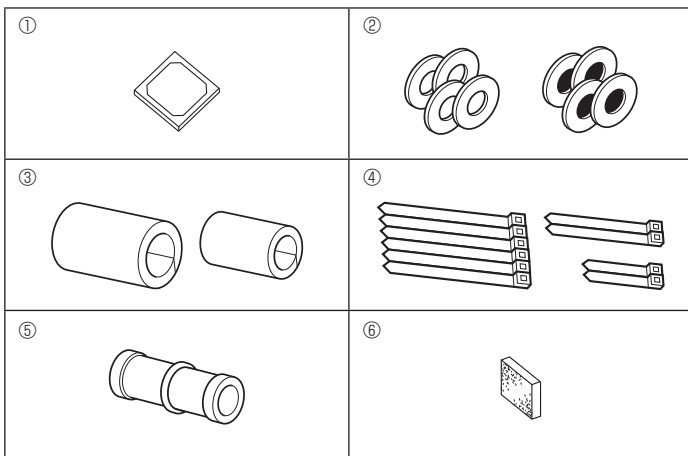

Fig. 2-1
2.1. Compruebe los accesorios de la unidad interior (Fig. 2-1)